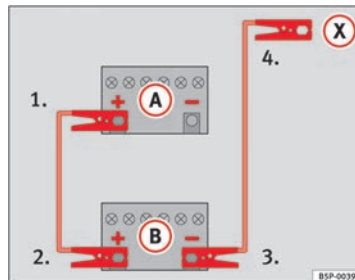

Fig. 143 Avviamento di emergenza con batteria di un altro veicolo. A – batteria scarica, B – batteria ausiliare
- Collegare l'estremità ① ⇒ fig. 143 al polo positivo della batteria scarica (A).
- Collegare l'altra estremità ② al polo positivo della batteria ausiliare (B).
- Collegare un'estremità ③ ⇒ fig. 143 al polo negativo della batteria ausiliare (B).
- Sorreggere l'altra estremità ④ a un componente metallico solido, saldamente unito al blocco motore oppure al blocco motore stesso.